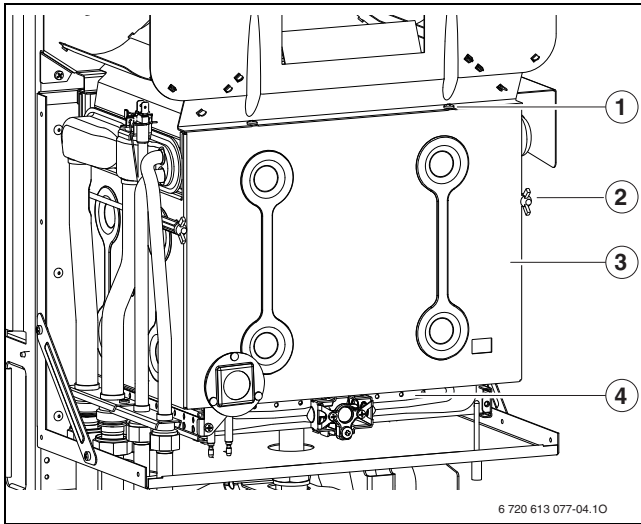

Рис. 30 Открывание горелки
- ▶ Снять переднюю стенку камеры сгорания и горелку (→ рис. 30).